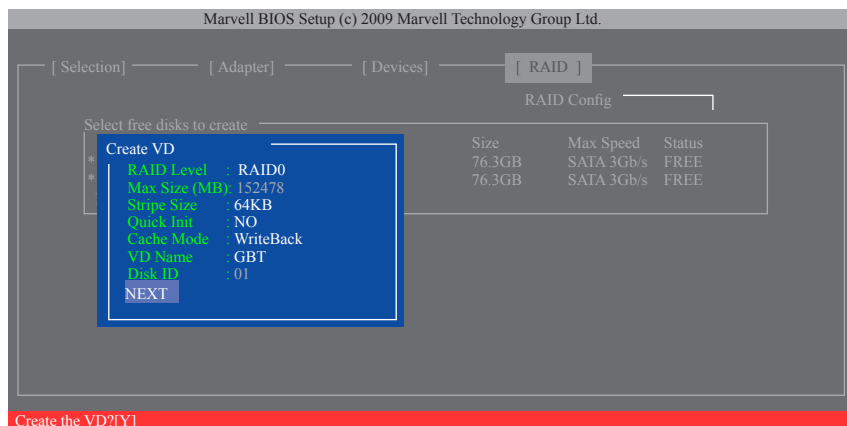

図 7
6. **NEXT:** 上の設定を完了した後、**NEXT** に移動して<Enter>押しアレイの作成を開始します。確認を求められたら、<Y>を押して確認するか<N>を押してキャンセルします (図 7)。